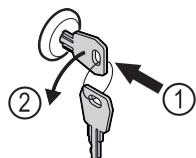

Fig. 124
- ▶ Sätt in nyckeln. Fig. 124 (1)
- ▶ Vrid nyckeln 90° moturs. Fig. 124 (2)